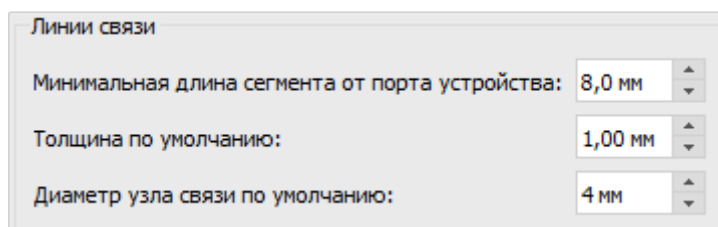

Рисунок 156. Область «Линии связи»
- 5) «Линии связи» — содержит следующие параметры (см. рисунок 156):